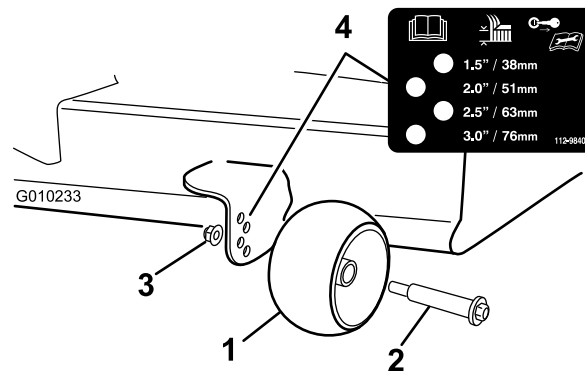

Figura 30
3. Ajuste os rolos antidanos (**Figura 30**) para corresponder à posição da altura de corte mais próxima.